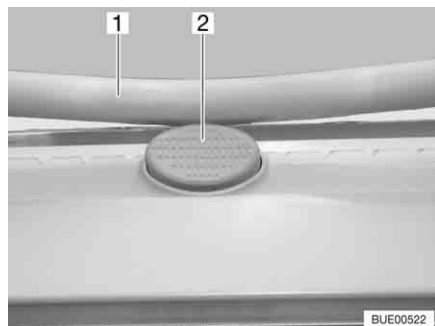

Fig. 84 Botão de segurança na clarabóia Heki
- Prima o botão de segurança (Fig. 84,2) puxando para baixo o arco (Fig. 84,1) com ambas as mãos.
- Empurre com ambas as mãos o arco para cima, até o arco ficar por cima do botão de segurança (Fig. 84,2).